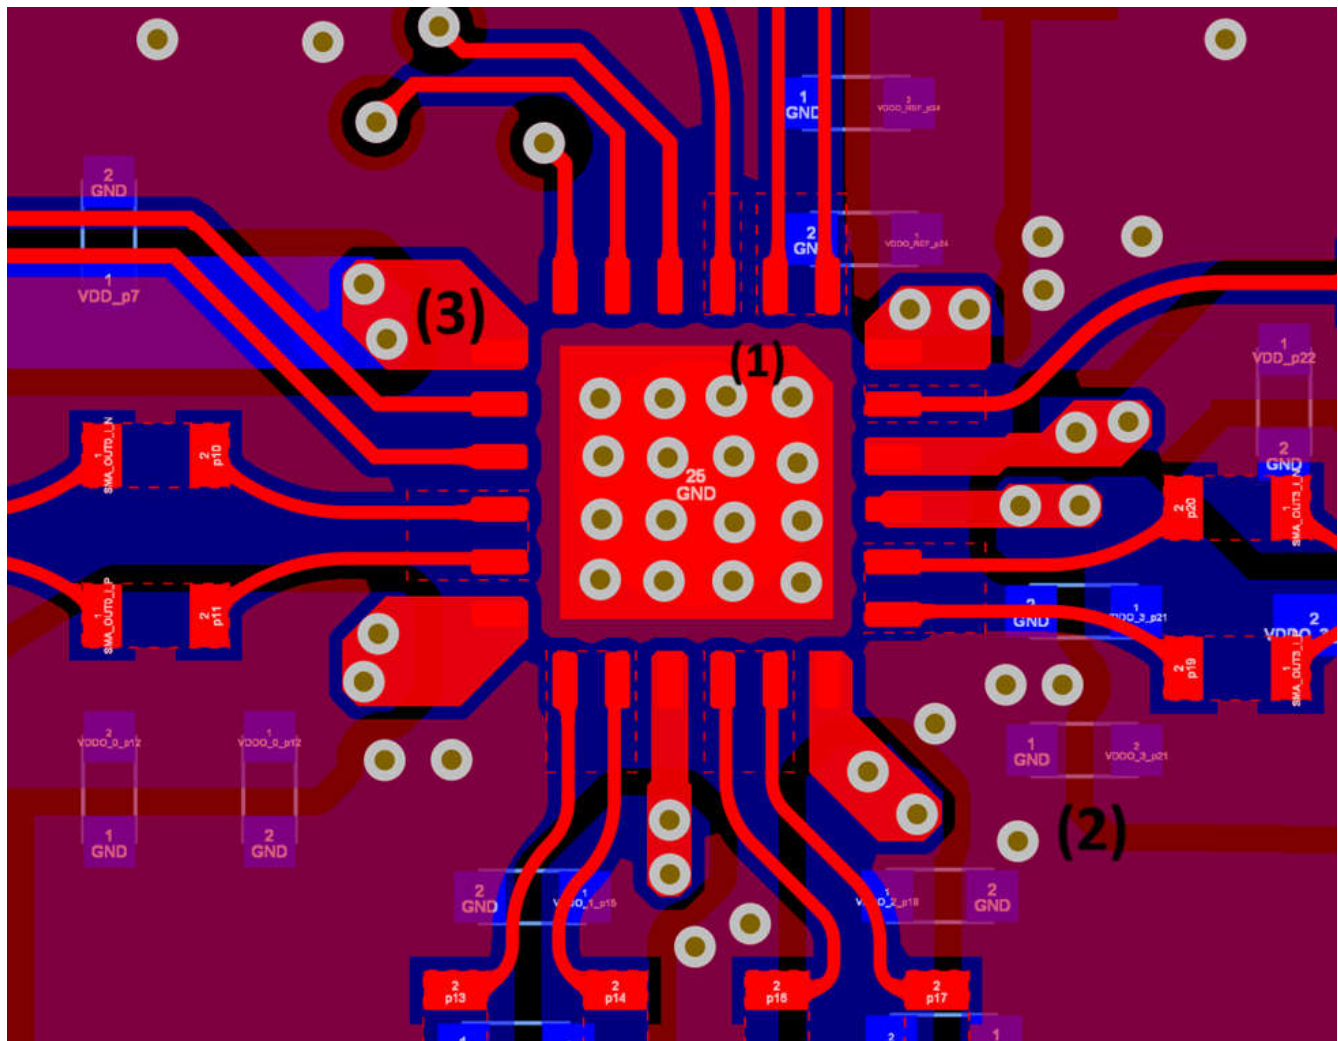

図 8-6. LMK3H2104 の上層と下層のレイアウト例
- LMK3H2104 の場合、すくなくとも 5 つのビアを使用して、サーマル パッドをソリッドな GND プレーンに接続します。LMK3H2108 の場合、すくなくとも 9 つのビアを使用して、サーマル パッドをソリッドな GND プレーンに接続します。フルスルー ビアが推奨されます。例については、図 8-6 の (1) を参照してください。
- 電源ピンに非常に近い場所に、容量値の小さいデカップリング コンデンサを配置します。コンデンサは、同じ層の非常に近い場所に配置するか、裏面の層に直接配置するようにします。値がより大きい場合は、より遠くに配置できます。例については、図 8-6 の (2) を参照してください。
- 電源が複数の層にまたがって配線されている場合は、複数のビアを使用して複数の層にわたって電源配線を接続します。例については、図 8-6 の (3) を参照してください。